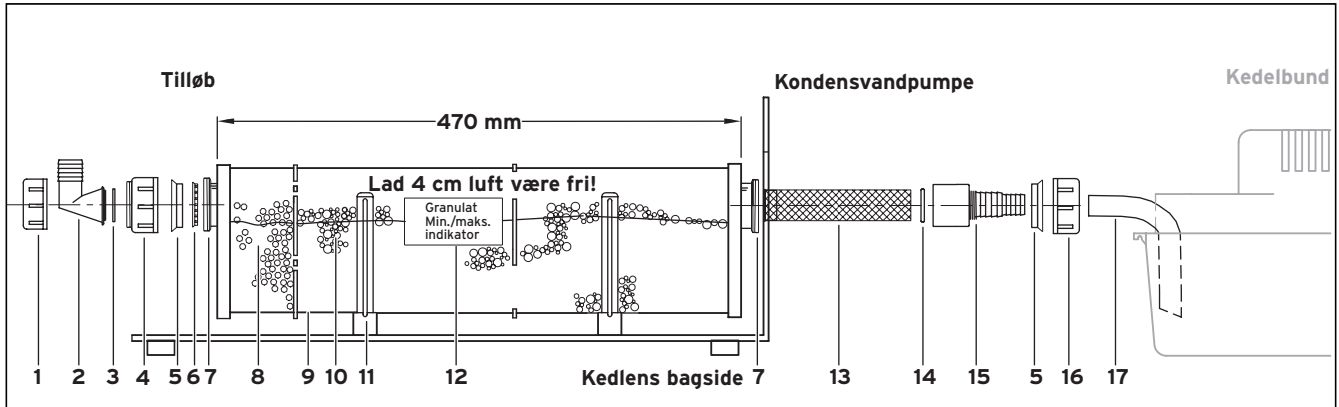

Fig. 3.1 Opbygning Olieneutralisationsanordning
- Fyld aktivkullet i den vedlagte aktivkulpakning i aktivkul-forfilteret ((8), fig. 3.1).
- Monter olieneutralisationsanordningen iht. fig. 3.1.